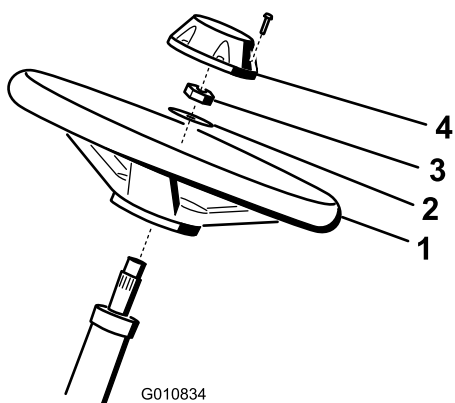

図 5
1. ハンドルをステアリングシャフトにはめ込む 図 5。
2. ワッシャをステアリングシャフトにはめ込む 図 5。
3. ロックナットでハンドルを固定し、27-35 N·m (2.8-3.6 kg/m = 20-26 ft-lb) にトルク締めする 図 5。
4. キャップを取り付け、ボルト6本で固定する 図 5。